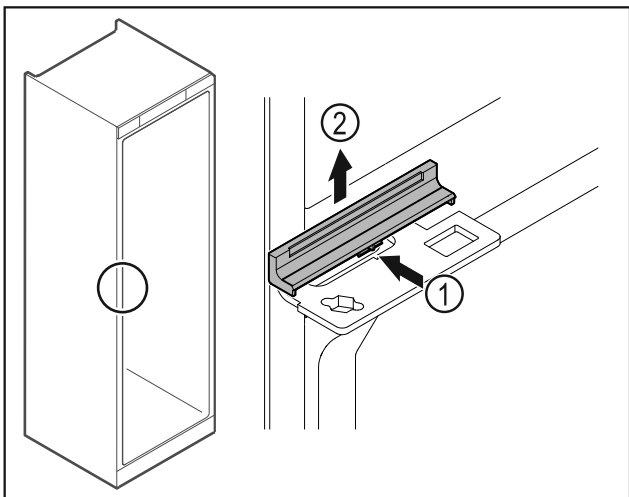

Fig. 48
- ▶ Finoman nyomja be a közepén a burkolatot Fig. 48 (1), és felfelé vegye le Fig. 48 (2).